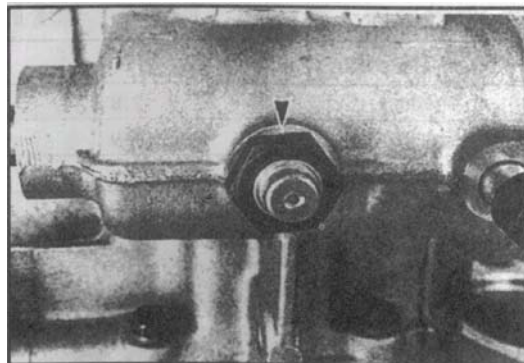

图 4-42 安装变速器（十一）
(11) 旋入换档定位座总成，并用 $40\text{N} \cdot \text{m}$ 的力矩拧紧，如图 4-42 所示。